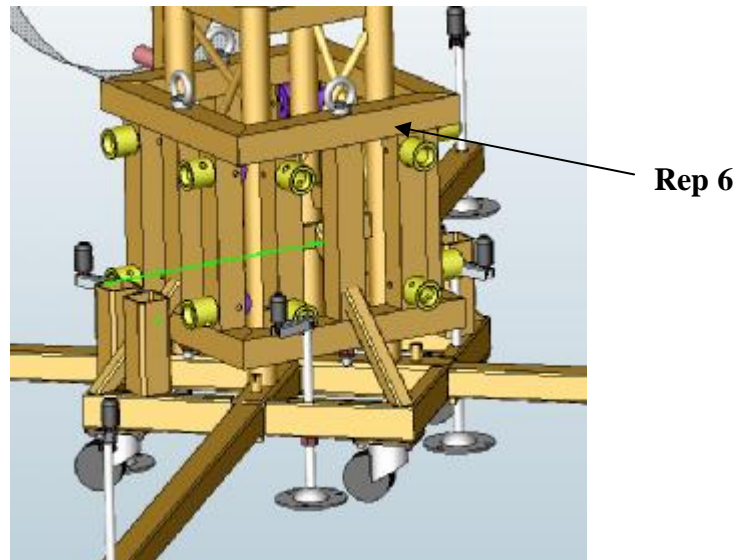

Fig. 5
c) Placer le chariot élévateur (rep. 6) sur le châssis (fig. 5)